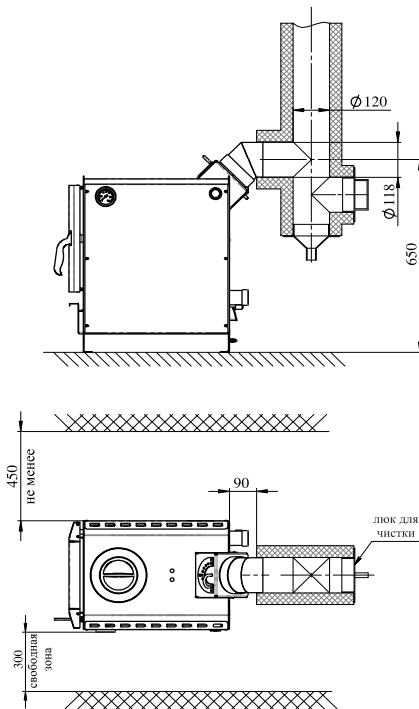

Рис.2 Схема установки аппарата
6.1.11. Расположение аппарат в помещении с учетом необходимого для обслуживания пространства показано на (рис. 2).